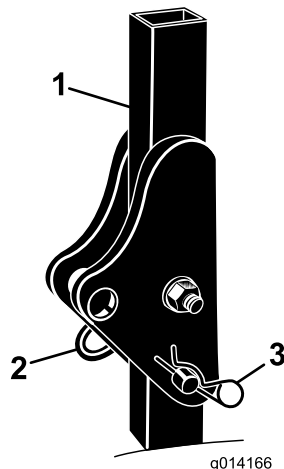

Figura 5
1. Retire las 2 chavetas y los 2 pasadores de la barra antivuelco (Figura 5).
2. Eleve la barra antivuelco a la posición vertical y sujétela con los 2 pasadores y las 2 chavetas (Figura 5).